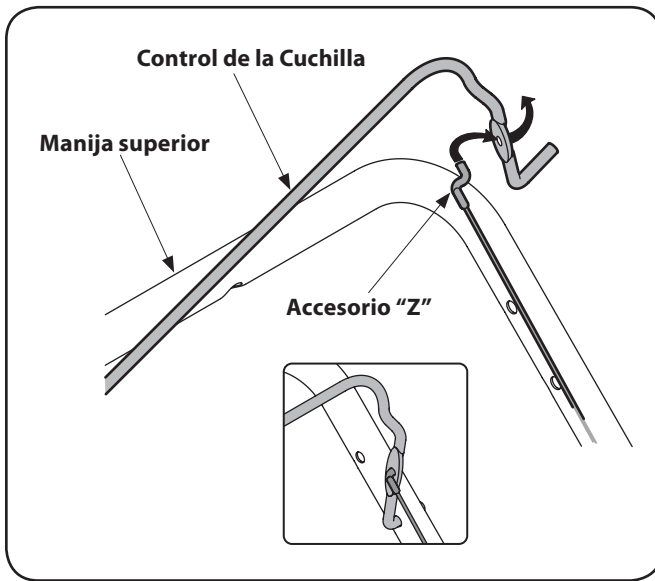

Figure 3-6
1. Para facilitar el acoplamiento del accesorio Z, quite temporariamente el lado izquierdo del control de la cuchilla como se muestra en Figure 3-6.
- Enganche el extremo "Z" del cable de frenado en la manija, desde el interior hacia el exterior. Vea Figure 3-6.